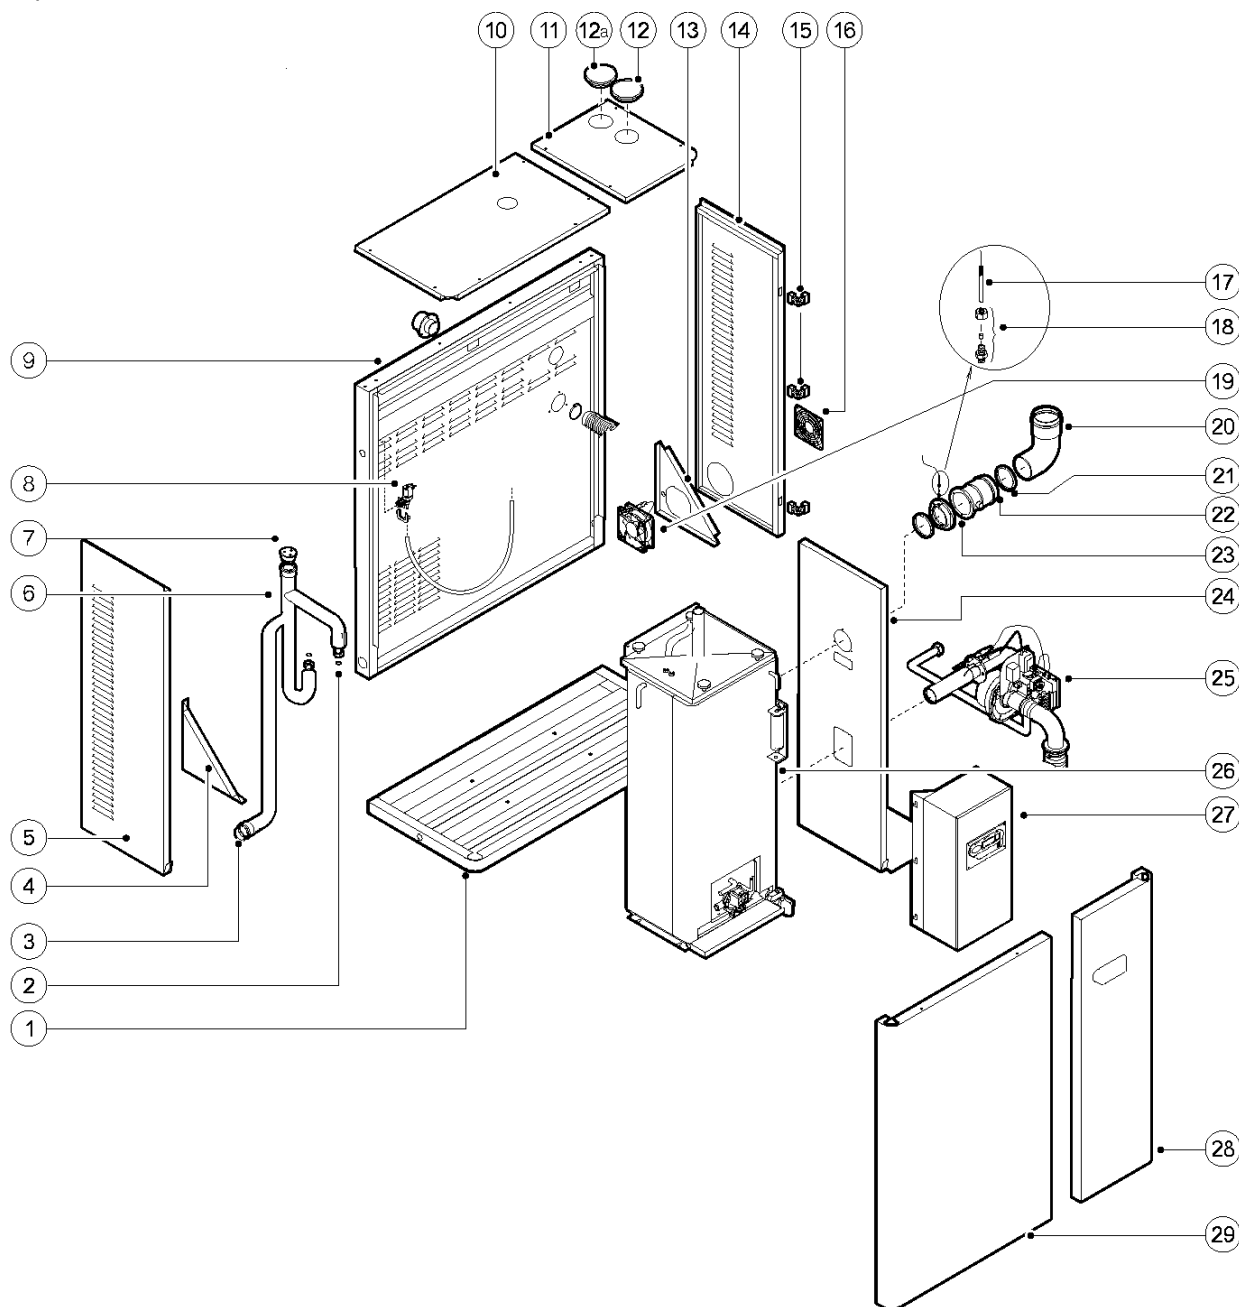

Рис. 11.4.1
- Ослабьте контакты 5Т и 6Т (Рис. 5.7.1) на контактной колодке в нижней части электрической коробки и гайку патрона датчика на переходнике (поз. 18, Рис. 11.4.1.). Снимите датчик вместе с кабелем.